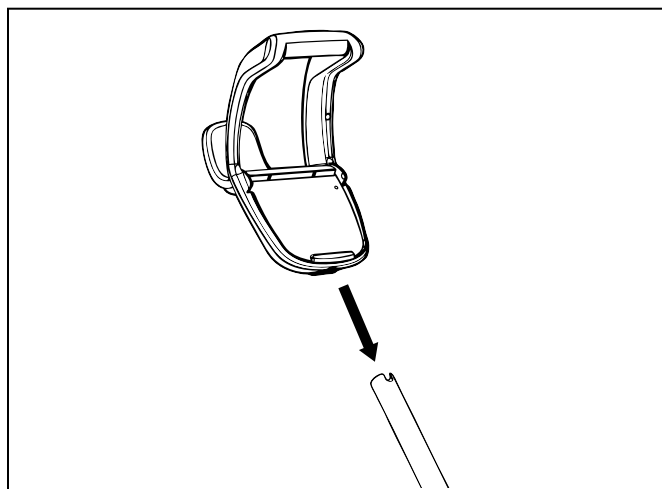

Figure 6. Fixer la poignée du chariot
7. Glisser le module de base/l'accessoire de la poignée du chariot vers le bas, le long du tube en métal jusqu'à ce qu'il s'encliquète en place. (Voir figure 6).